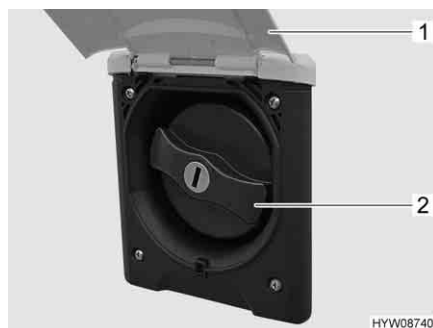

Fig. 101 Coperchio (bocchettone di riempimento dell'acqua potabile)
- Sollevare lo sportello esterno (Fig. 101,1).
- Ruotare il coperchio blu (Fig. 101,2) di un quarto di giro.